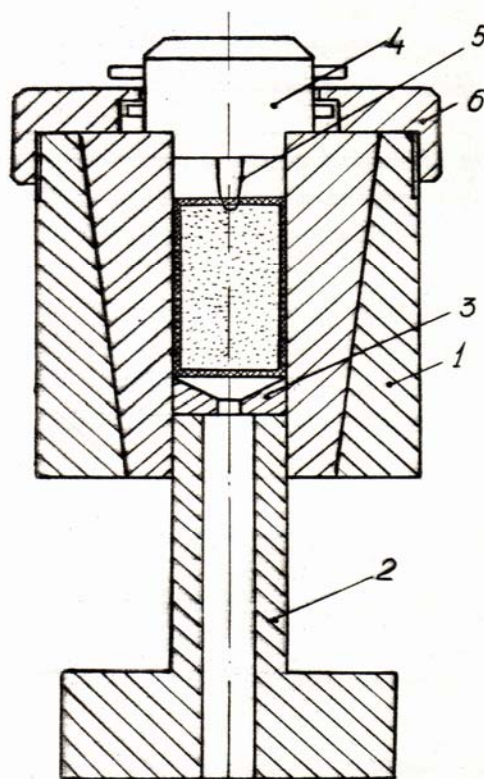

Рис.1 Схема экструзионной пресс-формы
Эксперименты проводятся на установке для СВС-экструзии с использованием экструзионной пресс-формы (рис.1). Она состоит из следующих основных элементов: контейнера 1, пуансона 2, матрицы 3, крышки 6 и устройства инициирования 5. В контейнер помещают сектора, а с нижнего торца матрицу, скрепляется гайкой. Конструкция
3. Собрать экструзионную пресс-форму согласно рис. 1.